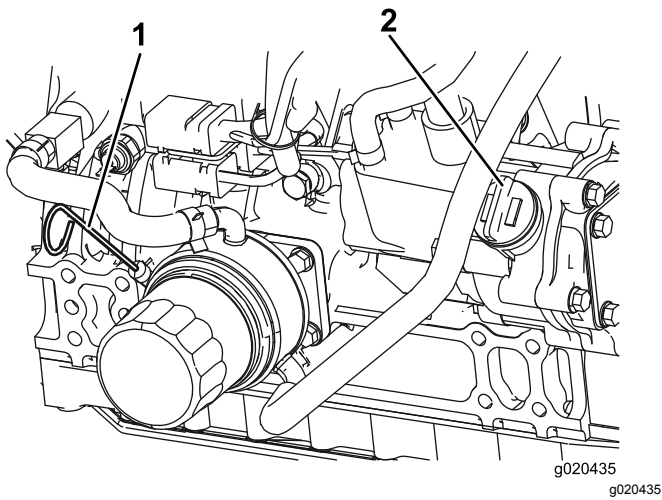

Figura 68
El nivel de aceite debe estar en el intervalo seguro (Figura 68).
4. Si el nivel de aceite está por debajo del intervalo seguro, retire el tapón de llenado (Figura 68) y añada aceite hasta que el nivel llegue a la marca FULL.